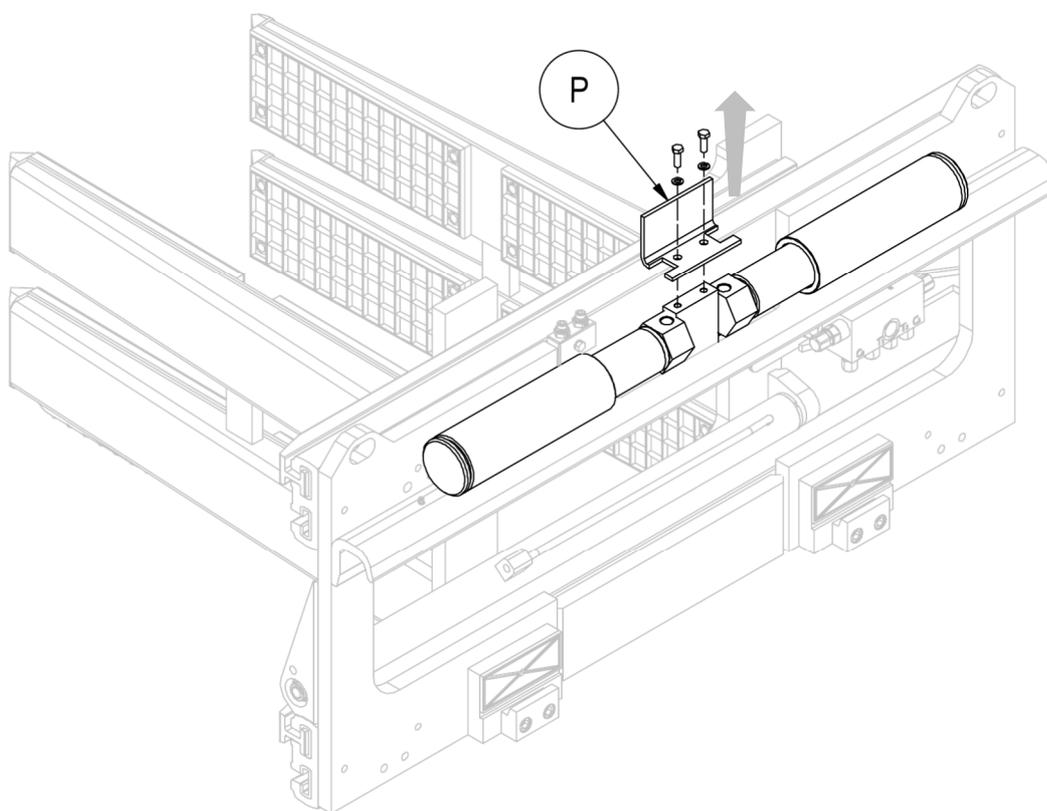
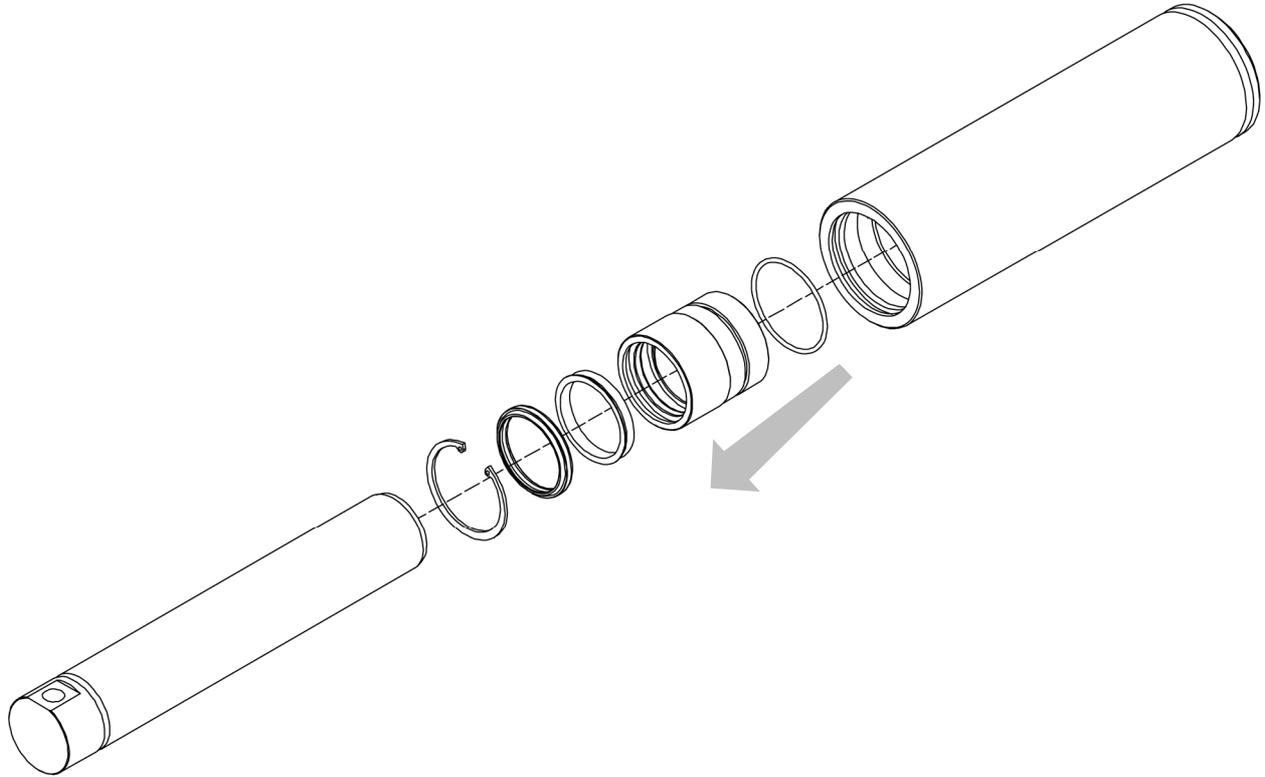

Figure 39
Figure 40
3. Retirer le double crochet après avoir retiré le « pli de protection » (P) avec les vis correspondantes (dans la phase *Dépose de l'équipement du chariot*, ce passage a déjà été spécifié).
7. Prendre comme référence la *Figure 39* et la *Figure 40*.